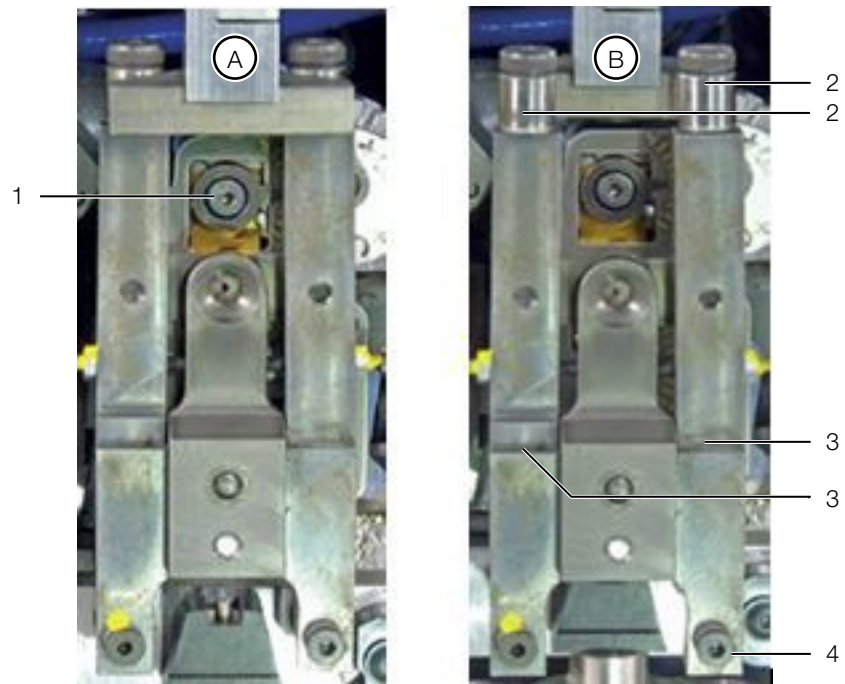

Imagen 18: Unidad de fijación del trenzado en posición operativa (A) y desplazada hacia delante (B)
- Limpie el embudo de inserción (imagen 18, pos. 1) con un pincel.
- Tire la unidad de fijación del trenzado hacia delante (imagen 18, pos. B).
- Compruebe si los rodillos (imagen 18, pos. 2) se deslizan con facilidad. En caso necesario lubrique los puntos de giro de los rodillos.
- Lubrique los puntos de giro (imagen 18, pos. 3) de la unidad de fijación del trenzado.
- Asegúrese que la unidad de fijación del trenzado se encuentra en la posición avanzada (imagen 18, pos. B).
- Extraiga el tornillo inferior derecho de la unidad de fijación del trenzado (imagen 18, pos. 4).